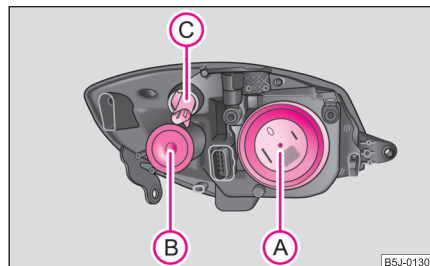

Fig. 184 Farurile din față: Poziția becurilor
Poziția becurilor în farurile din față ⇒ fig. 184.
- Scoateți capacul de protecție (A) ⇒ pagina 212, fig. 184.
- Rotiți dulia becului (C) spre stânga ⇒ pagina 212, fig. 184 și scoateți dulia împreună cu becul.
- Scoateți capacul de protecție (B) ⇒ pagina 212, fig. 184.